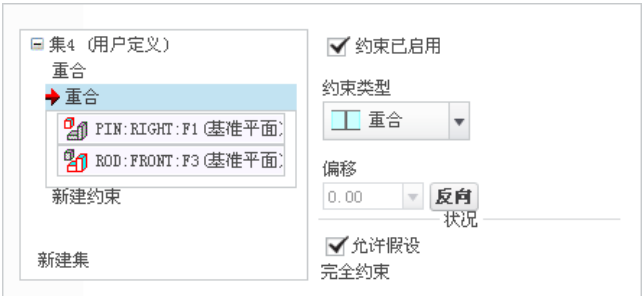

图 9.7.7 “重合”约束参考
(2) 创建基准面“重合”约束。单击“放置”界面中的“新建约束”，增加新的“重合”约束。分别选取图 9.7.5 中的两个基准面：销（PIN）的 RIGHT 基准平面和元件（ROD）的 FRONT 基准平面，基准面重合约束的参考如图 9.7.7 所示。
(3) 单击操控板中的 按钮。